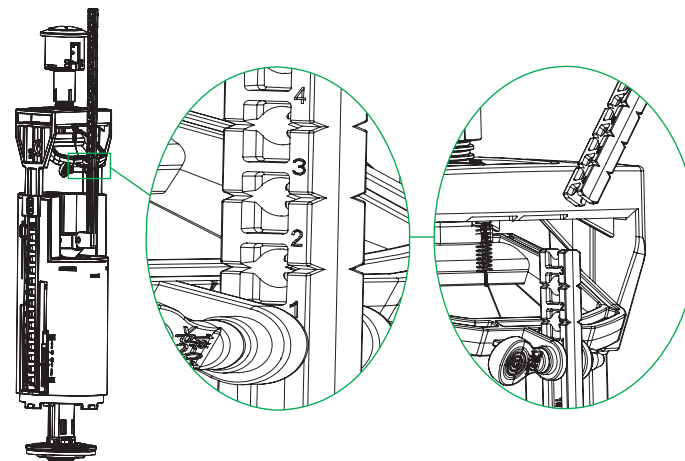

Рис. 12 / 12-сур.
- Для сокращения лишней длины тяги отступите на 2–3 отверстия выше места фиксации и аккуратно переломите тягу (рис. 12).